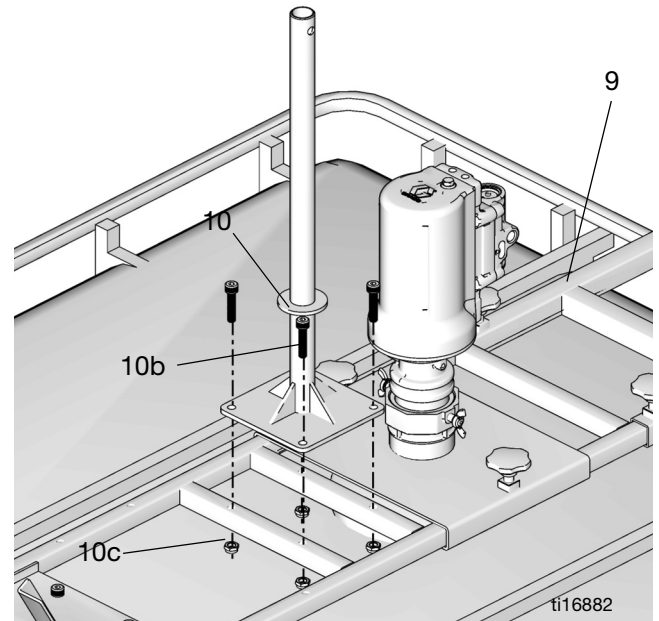

ABB. 16
2. Die Aufrollerhalterung (10) am oberen Winkel (9) anbringen. Mithilfe der 4 Schrauben (10b) und Muttern (10c) fixieren (ABB. 16).